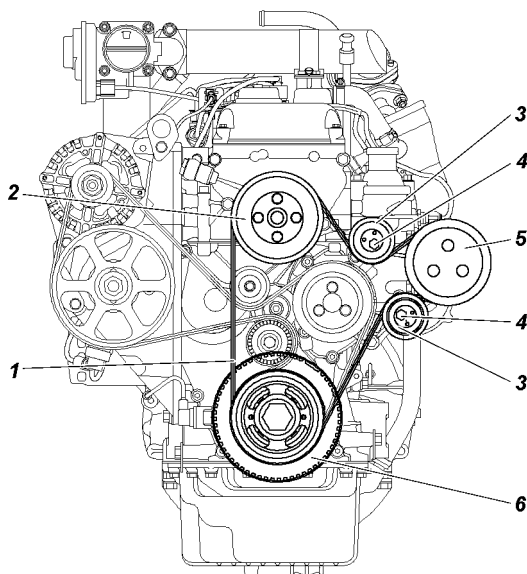

Рис. 9.15. Ремень привода вентилятора, насоса гидроусилителя рулевого управления:
- ослабьте гайку 4 (рис. 9.15);